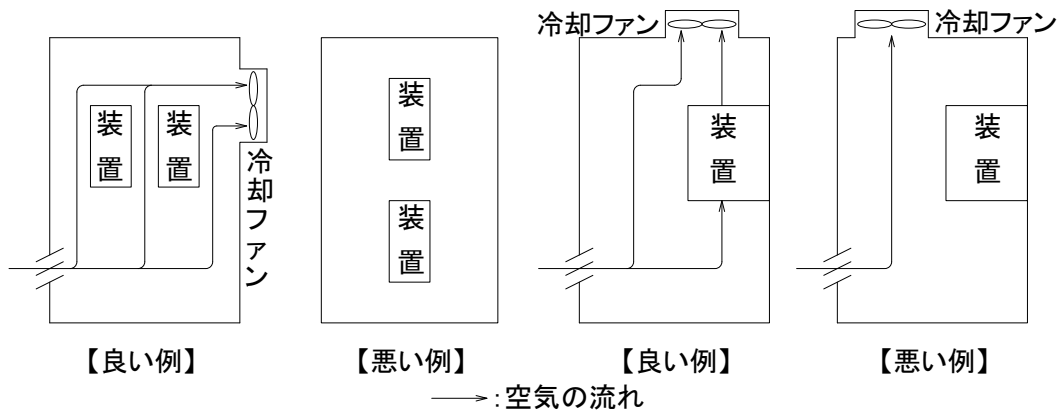

図2-1 装置を収納する場合の配置例
- d. 装置には放熱器を冷却するファンを内蔵していますので、通気の妨げとならないように空間を確保してください。また、装置を複数個収納する場合は、互いの排気の影響を受けない配置としてください。(図 2-1 参照)